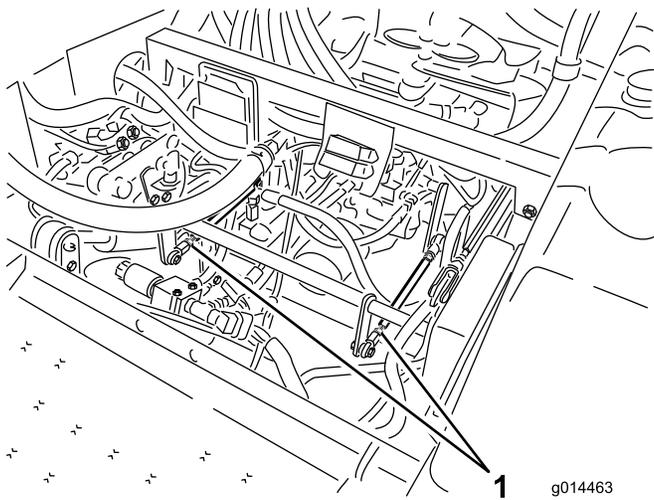

Bild 59
- Wenn sich der linke Hinterreifen dreht, lockern Sie die Klemmmutter auf der linken Seite der Getriebeschaltstange (Bild 59).